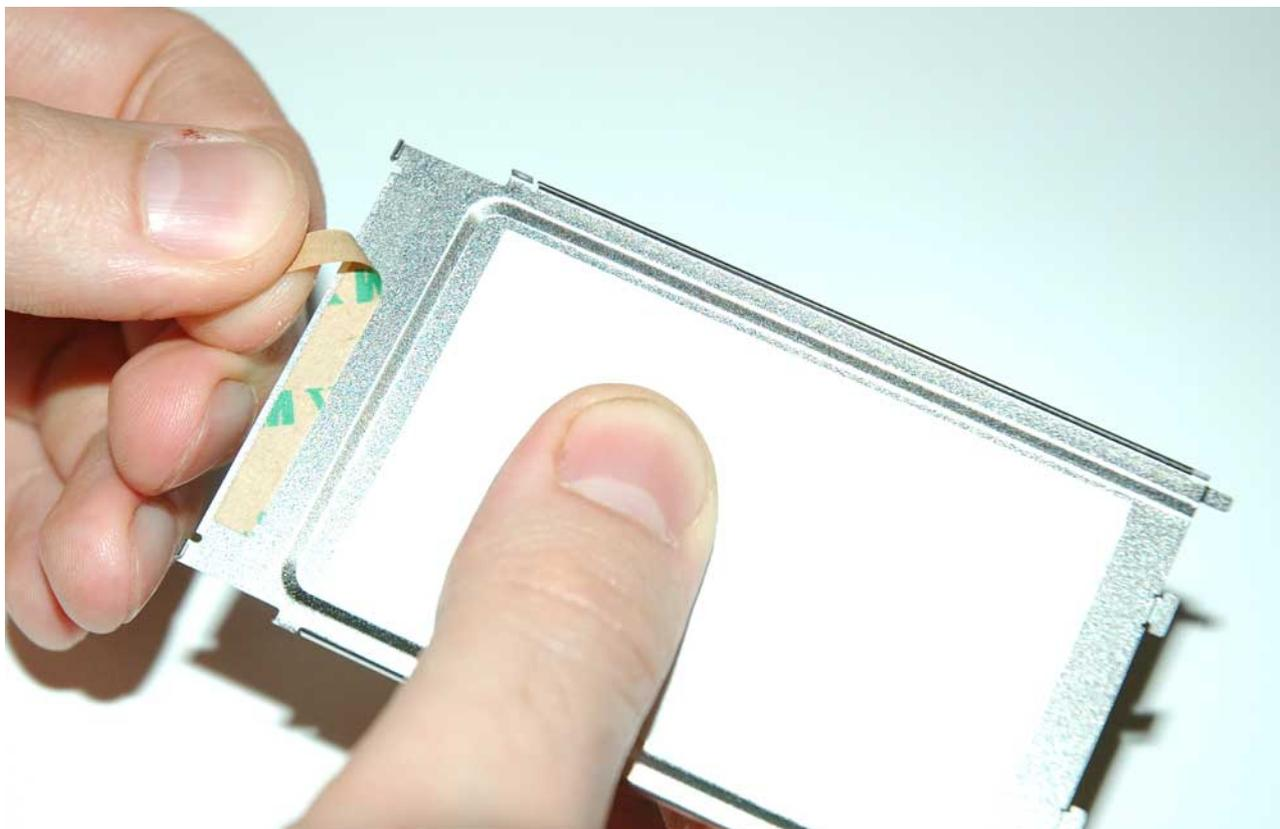

Fig. 39
- Remover a fita adesiva do outro elemento metálico da caixa (Fig. 39):